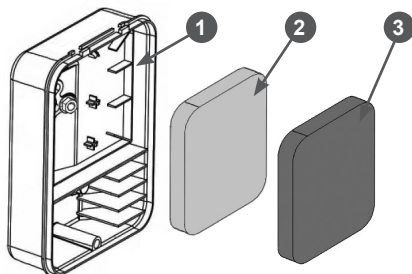

Рис. 17. Обслуживание воздушного фильтра
2. Извлеките из корпуса 1 фильтрующие элементы 2 и 3 (Рис. 17).